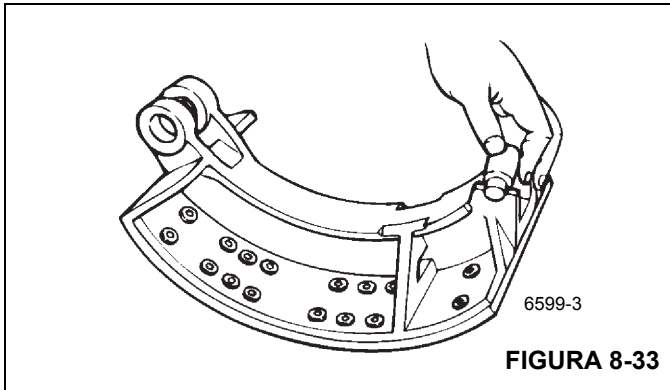

FIGURA 8-33
4. Use um saca-pino de latão para remover o pino de fixação inferior. Remova a sapata inferior. Se necessário, descarte os roletes (Figura 8-33).